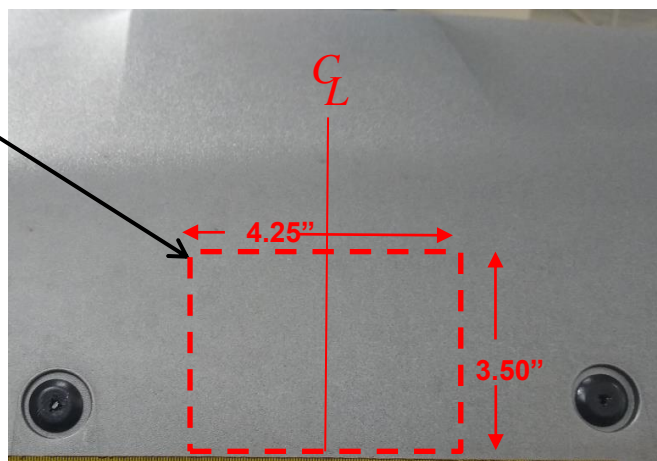

Figura 3
- Recortar la fascia:** Ubicar el centro de la fascia. Con una cinta de medir, marcador y navaja utilitaria, recortar una muesca en la parte baja de la fascia, aproximadamente 4.25" de ancho x 3.5" de alto. **Ver la Figura 3.** **Nota: Verificar que el área esté libre de todo el cableado eléctrico antes de recortar.**
5. Recortar la fascia: Ubicar el centro de la fascia. Con una cinta de medir, marcador y navaja utilitaria, recortar una muesca en la parte baja de la fascia, aproximadamente 4.25" de ancho x 3.5" de alto. **Ver la Figura 3. Nota: Verificar que el área esté libre de todo el cableado eléctrico antes de recortar.**